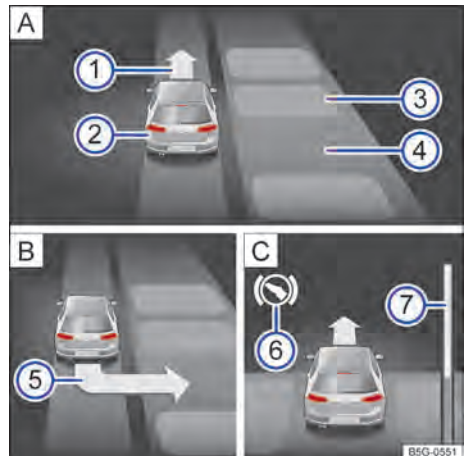

Fig. 110 No display do instrumento combinado: estacionar lado a lado. **A** Procurar uma vaga de estacionamento. **B** Posição para estacionar. **C** Manobrar. ▶
- Estacionar ao aparecer no display do instrumento combinado a indicação de estacionamento → Fig. 110 **5** → Página 144.
Legenda da → Fig. 110 (modo de estacionamento lado a lado com marcha a ré):
- Frear quando soar um alarme sonoro indicando para mudar de direção, acender a seta → Fig. 110 ① , acender o símbolo branco  ou mostrar uma mensagem.